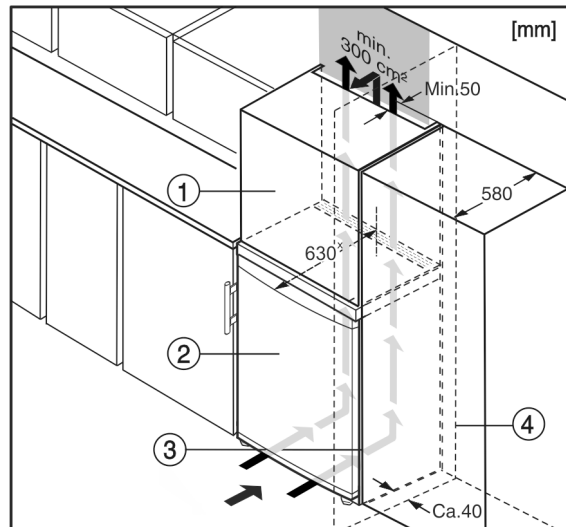

Fig. 10
- (1) Rátétszekrény*
- (2) Berendezés*
- (3) Konyhaszekrény*
- (4) Fal*
A készüléket körbe lehet építeni konyhaszekrényekkel. Rá lehet szerelni Fig. 10 (2) egy rátétszekrényt, hogy a készüléket a konyhabútorok magasságához Fig. 10 (1) igazítsa.
Ha (max. 580 mm mélységű) konyhaszekrényekkel építi körül, akkor a berendezést közvetlenül a konyhaszekrény Fig. 10 (3) mellett is felállíthatja. A készülék oldalirányban 34 mm*, a közepétől pedig 50 mm* távolságban nyúlik túl a konyhaszekrény előlapjához képest.*
Mikor a berendezést a csuklópántokkal egy fal *Fig. 10 (4)* mellett állítja fel, akkor a berendezés és a fal közti távolság legalább 40 mm legyen. Ez nyitott ajtó esetén megfelel a fogantyú túlnyúlásának.*